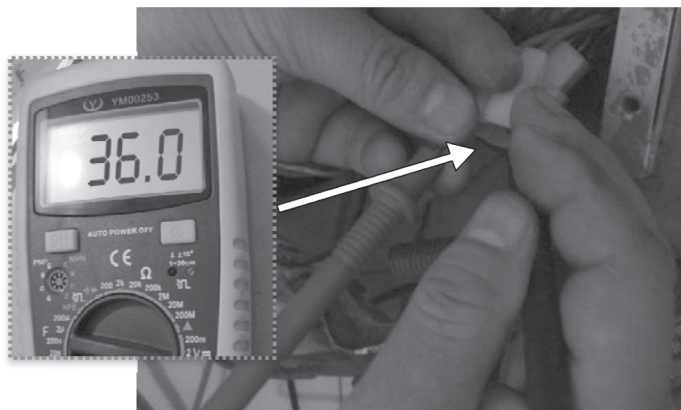

图 7-2 控制器输入 36V
- ① 电动机内有异物。
- ② 电动机磁钢脱落。
- ③ 电动机线圈散脱与转子相互摩擦。
- ④ 轴承或飞轮长期缺乏润滑。
1) 打开电源开关后，将数字式万用表设在直流 200V 挡，让红表笔接控制器的电源输入线，黑表笔接控制器的接地线，万用表显示控制器的输入电压为 36V，如图 7-2 所示。